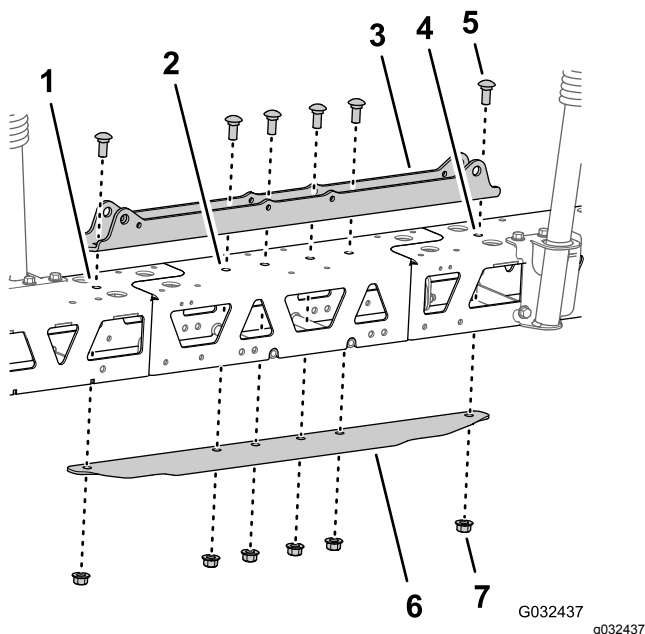

图55
5. 将油缸安装座中的孔与桁架框架中心线和中间喷洒臂延长组件中的孔对齐 (图55)。
6. 将连接板插入桁架框架和中间喷洒臂延长组件将连接板中的孔与桁架中心线和喷洒臂延长组件的孔对齐 (图55)。
7. 使用在 分开中间喷洒段桁架 \(页码 23\) 的步骤 2 中拧下的 2 个托架螺栓  $\frac{1}{2} \times 1\frac{1}{4}$  英寸和 2 个凸缘锁紧螺母  $\frac{1}{2}$  英寸以及 GeoLink 喷洒系统完成套件中的 4 个托架螺栓  $\frac{1}{2} \times 1\frac{1}{4}$  英寸和 4 个凸缘锁紧螺母  $\frac{1}{2}$  英寸组装油缸安装座、桁架、中间喷洒臂延长组件及连接板图55。